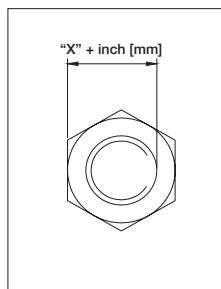

Figura 5
1. Mida la distancia de la parte plana de la tuerca hasta el lado extremo del perno. Véase Figura 5.